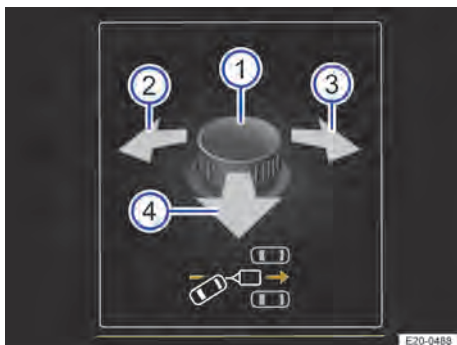

Fig. 135 Sur l'afficheur du combiné des instruments : réglage de l'angle de la remorque via la commande rotative du rétroviseur extérieur
- ① Commande rotative de réglage des rétroviseurs extérieurs
- ② Orientation de la remorque vers la gauche
- ③ Orientation de la remorque vers la droite
- ④ Marche arrière et acheminement de la remorque à sa position cible
- ⑤ Position actuelle de la remorque
- ⑥ Position cible de la remorque
- ⑦ Position zéro de l'indicateur d'angle
3. Manœuvrez la commande rotative dans la porte du conducteur jusqu'à ce que la position souhaitée soit atteinte → fig. 135 ①.